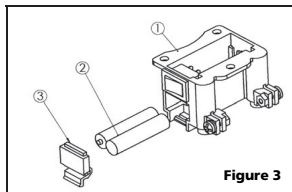

Figure 3
3. Retirer le couvercle de piles (3) et insérez deux piles "AAA" (2) selon la direction indiquée à la figure 3.
4. Les insérer dans la boîte de laser (1), en s'assurant que l'anode (+) et la cathode (-) de chaque pile sont placées conformément aux marques du couvercle de piles (3).
5. Replacer le couvercle de piles (3) sur la boîte de laser (1).